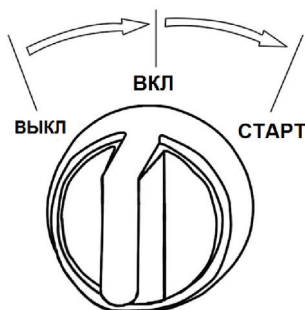

Рис. 14
3. Ключ зажигания поверните в положение «ВКЛ» (Рис. 14)
Для запуска электростанции электростартером поверните ключ зажигания в положении «СТАРТ» (Рис. 14) и удерживайте в этом положении до запуска электростанции, но не более 5 секунд. После запуска электростанции нужно отпустить ключ зажигания. Он автоматически вернется в положение «ВКЛ».
1. Переведите ключ зажигания в положение «ВЫКЛ» (Рис. 14)